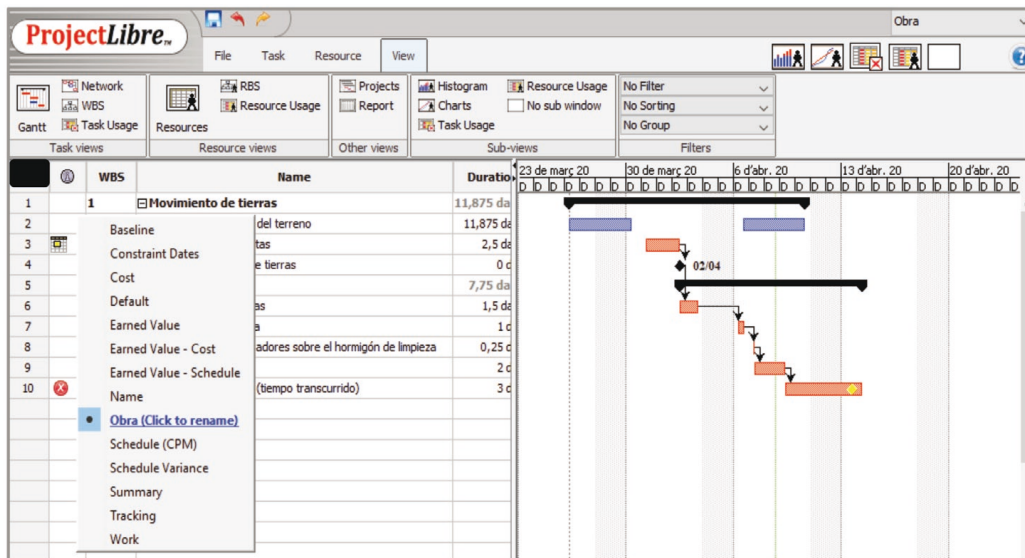

Figura 52.
- *Gantt*: un clic con el botón derecho del ratón en la primera celda de la Tabla de tareas permite acceder a un menú para seleccionar diferentes configuraciones de la tabla. La vista que tiene el nombre del fichero (que se le ha dado por defecto al crear el fichero), es la que se configura de forma personalizada con las columnas insertadas por la usuaria, como se observa en la figura 52. Todas las opciones de visualización de la Tabla de tareas se muestran en